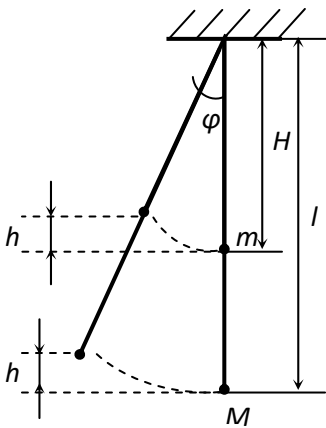

Рис. 8 – баллистический маятник
где  $h_1$  - высота подъема мишени относительно уровня равновесия (рис.8). Определив скорость  $u$  и подставив в (44), получим:
Длину  $l$  определим из равенства потенциальных энергий при подъеме баллистического маятника и математического с приведенной массой  $M$  (рис. 8):